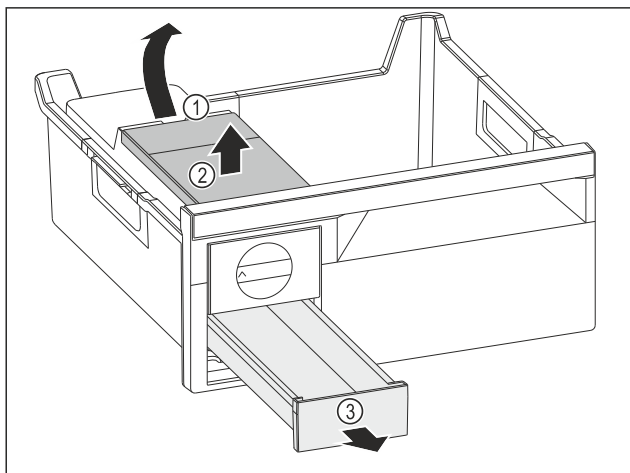

Fig. 120
- Vyjmutí nádržky na vodu: Zvedněte nádržku na vodu za vybrání Fig. 120 (1).
- Nádržku na vodu Fig. 120 (2) vyjměte nahoru.
- Zásuvku na kostky ledu Fig. 120 (3) vyjměte dopředu.